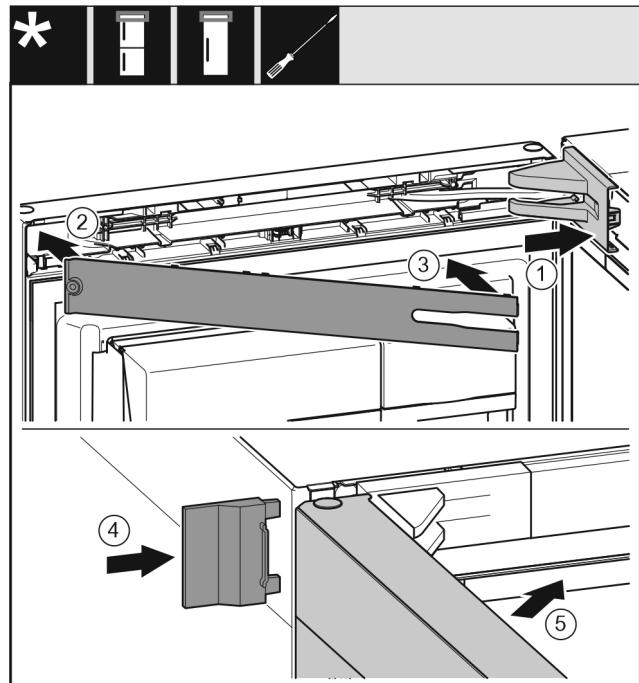

Fig. 25
- ▶ 放上并插入托架盖 Fig. 25 (1)，如有必要小心地按压分开。
- ▶ 盖上隔板 Fig. 25 (2)。
- ▶ 隔板 Fig. 25 (3)
- ▶ 插入外盖 Fig. 25 (4)。
- ▶ 关闭冰箱上方门 Fig. 25 (5)。